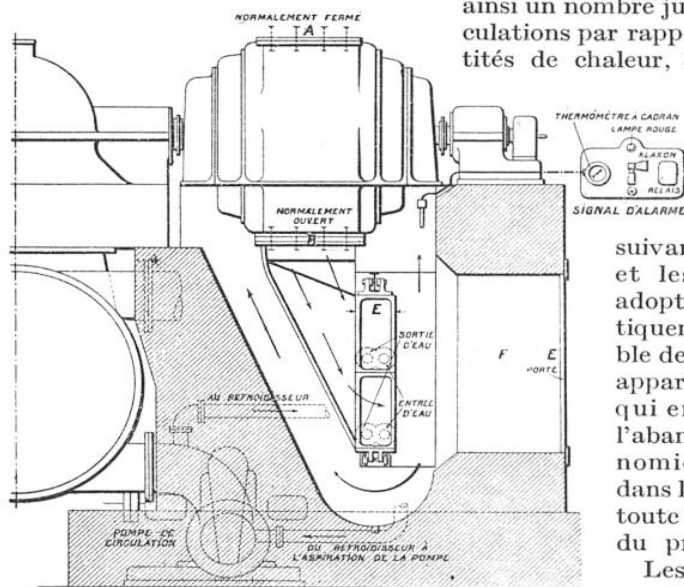

FIG. 1. — INSTALLATION POUR LA VENTILATION DES DYNAMOS (SYSTÈME SCAM-VICKERS)
**Détails de construction.** — La figure 1 de l'ensemble du système donne un exemple d'installation d'un refroidisseur Scam-Vickers, qui se compose, suivant la puissance envisagée, d'un ou plusieurs éléments, alimentés en parallèle et montés ou suspendus sur galets, en vue surtout de faciliter leur déplacement pour les visites, quand cela est nécessaire.
**Installation.** — A l'examen de la figure 1, on se rendra compte que ce type de refroidisseur est extrêmement simple et pratique.